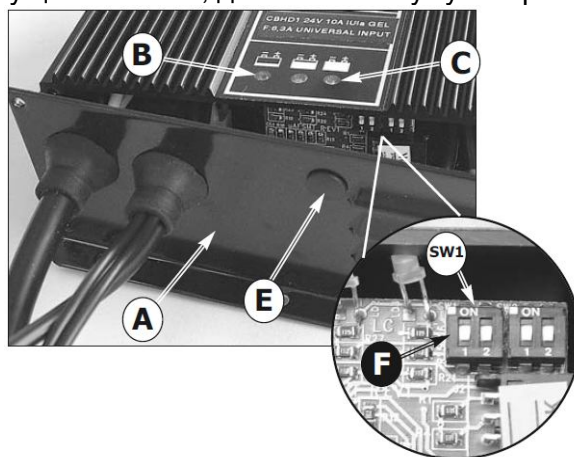

Рисунок 16
- **Светодиодный индикатор КРАСНОГО цвета (рисунок 16-B) мигает 2 раза** = зарядное устройство настроено для зарядки **свинцового аккумулятора.**
- **Светодиодный индикатор ЗЕЛЕНОГО цвета (рисунок 16-C) мигает 2 раза** = зарядное устройство настроено для зарядки аккумуляторов типа **«GEL/AGM» или «OPTIMA».**
Для того чтобы настроить кривую заряжения для свинцового аккумулятора, или аккумуляторов «GEL/AGM», **необходимо разместить двухрядные переключатели в зарядном устройстве (рисунок 16-D, F).**
Для доступа к двухрядным переключателям необходимо снять нижнюю панель зарядного устройства (рисунок 16-A). Также, можно снять пластиковую крышку (рисунок 16-E).